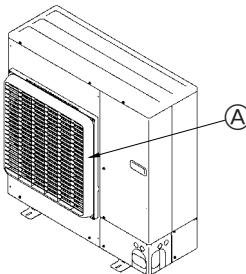
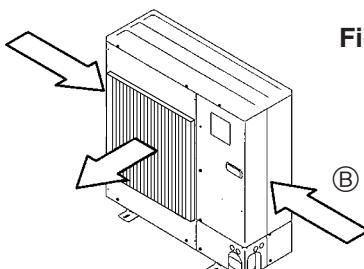

Fig. 2-4
Fig. 2-5
- ② Installieren Sie eine als Sonderzubehör erhältliche Lufteintrittsöffnung, wenn die Anlage an einem Aufstellungsort installiert ist, an dem die Gefahr besteht, daß starker Wind direkt in die Lufteintrittsöffnung bläst. (Fig. 2-4)
- ③ Luftauslaßführung
- ④ Bringen Sie die Anlage so an, daß die Abluft aus der Lufteintrittsöffnung im rechten Winkel zu derjenigen Richtung geführt wird, aus der saisonal bedingt starker Wind bläst. (Fig. 2-5)
- ⑤ Windrichtung